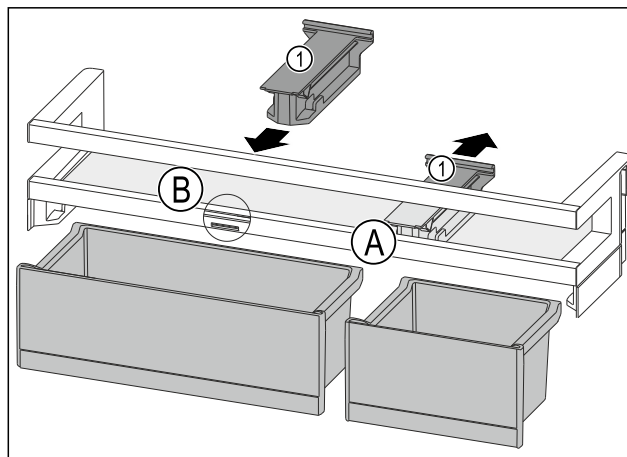

Fig. 82
- ▶ Haltegerät Fig. 82 (1) in Position Fig. 82 (A) nach hinten abziehen.
- ▶ Haltegerät Fig. 82 (1) in Position Fig. 82 (B) einsetzen.